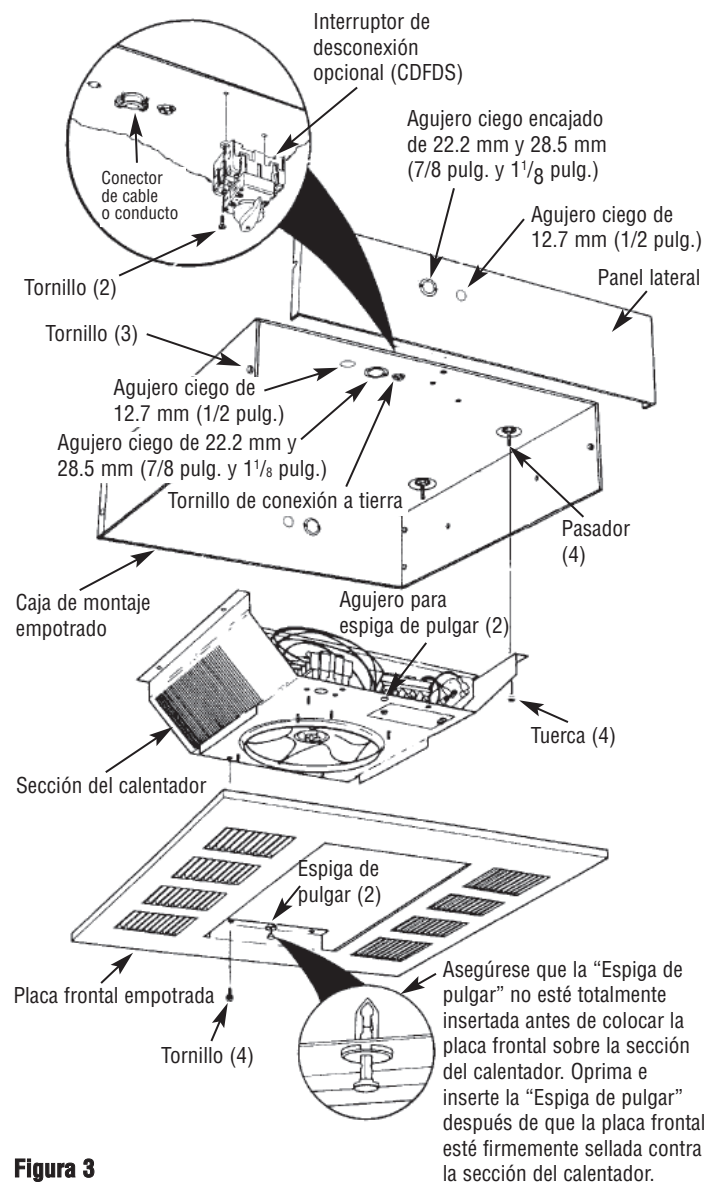

Figura 3
1. Extraiga de la caja el conjunto del Calentador de Montaje Empotrado. El conjunto del calentador incluye (1) caja de montaje empotrado, (1) calentador, (1) placa frontal de montaje empotrado y (1) juego de rejillas de descarga.
2. Extraiga del conjunto la caja de montaje empotrado. Extraiga cuatro (4) tuercas de los pasadores de manera que el calentador pueda retirarse de la caja de montaje empotrado. **No deseche** las tuercas ya que se utilizarán en el Paso 9 para montar nuevamente la sección del calentador en la caja de montaje empotrado.
3. Extraiga tres tornillos y retire un lado de la caja de montaje empotrado para facilitar las conexiones eléctricas (Figura 3).
4. Destape uno de los agujeros ciegos e instale un conector de cable o conducto (Figura 3).
5. Instale el interruptor de desconexión opcional CDFDS (si es necesario, según como se muestra en la Figura 3). Consulte el manual de instalación del accesorio para conectar éste correctamente.
8. Coloque la sección del calentador sobre los pasadores en la caja de montaje empotrado (Figura 3).
9. Presione la sección del calentador sobre los pasadores y apriete bien las cuatro (4) tuercas (extraídas en el paso 3) en los pasadores para asegurar la sección del calentador en la placa de montaje empotrado (Figura 3).
EL CALENTADOR SE PUEDE CAER SI NO SE INSTALAN LAS CUATRO TUERCAS DE MONTAJE (VEA LA FIGURA 3).
AVISO: Asegúrese que la "espiga de pulgar" en cada extremo de la abertura de la rejilla de descarga no esté totalmente insertada, para permitir que los cuerpos de las espigas de pulgar quepan en los orificios en la sección del calentador (Figura 3).
LA ENVOLTURA PARA SUPERFICIE SE PUEDE CAER SI NO SE INSTALAN LOS CUATRO TORNILLOS (VEA LA FIGURA 3).
12. Instale y apriete firmemente cuatro tornillos (suministrados) para fijar la placa frontal empotrada en la sección del calentador (Figura 3).